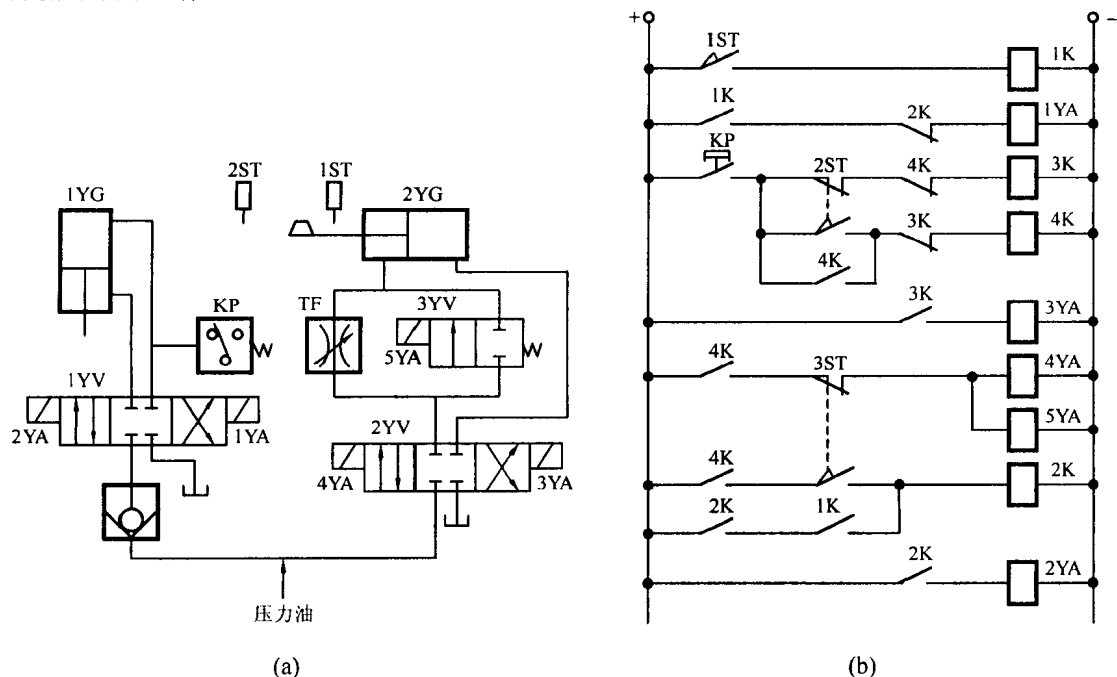

图 8.3 例 8-3 之图
**解** 工件的夹紧与放松用压力继电器发出信号,图 8.3 示出了采用压力继电器的电液控制系统,图(a)为液压控制系统,图(b)为电气控制电路。其工作过程如下:启动油泵电动机后在循环动作开始前,各电磁阀处于如图所示的常态位置;当工件放到加工位置时,行程开关 IST 常开触头被压合,给出按程序自动加工的启动信号,继电器 1K 通电,1K 常开触头闭合,电磁铁 1YA 通电,使三位四通阀 1YV 右位通,夹紧液压缸 1YG 活塞下行,将工件夹紧;工件夹紧后,油缸上腔油压增大,当油压超过压力继电器 KP 的动作压力值时,KP 的常开触头闭合,继电器 3K 通电,电磁铁 3YA 通电,使三位四通阀 2YV 右位通,压力油进入液压缸 2YG 右腔,2YG 左腔内的油经调速阀 TF 回到油箱,2YG 的活塞左行,带动刀架以工作速度进给;进给到位时,行程开关 2ST 动作,2ST 的常闭触头断开,3K 失电,3YA 失电,同时 2ST 的常开触头闭合,4K 通电其常开触头闭合,电磁铁 4YA、5YA 通电,4YA 三位四通阀 2YV 左位通,5YA 使二位二通阀左位通将调速阀 TF 旁路,所以液压缸 2YG 活塞快速右行,刀架快退;当刀架退到原位时,行程开关 3ST 动作,其常闭触头断开,4YA、5YA 失电,快退停止;3ST 常开触头闭合,2K 通电,电磁铁 1YA 失电,2YA 通电,使三位四通阀左位通,液压缸 1YG 活塞上升放松工件;工件放松后油压下降,压